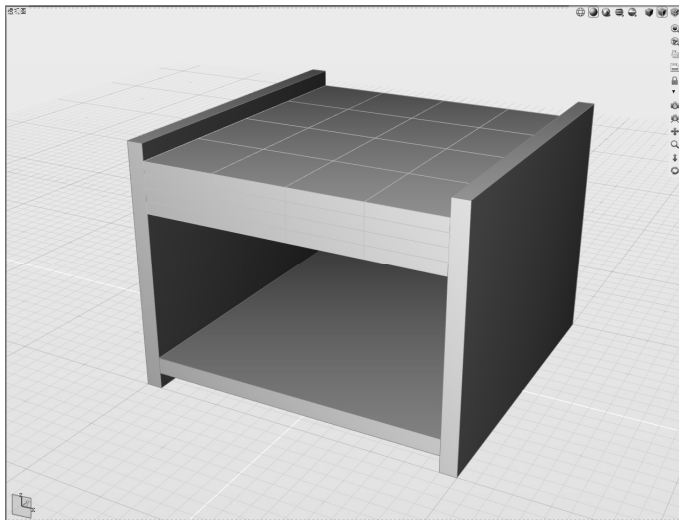

图 5-8 调整立方体高度
5) 保持该复制对象仍处于选中状态, 并切换至“编辑参数”模式, 在控制面板中, 调整该立方体高度为 3cm, 如图 5-8 所示。